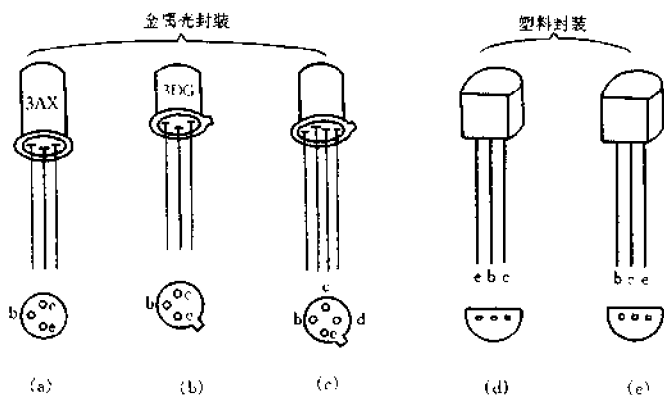

图 4-122 中小功率三极管的外形与引脚排列
通常把最大集电极电流  $I_{CM} < 1A$  或最大集电极耗散功率  $P_{CM} < 1W$  的三极管统称为中、小功率三极管。其主要特点是功率小,工作电流小。中、小功率三极管的种类很多,体积大小不一,外形也各不相同。中、小功率晶体三极管常见外形及引脚排列如图 4-122 所示。
(1) 如图 4-122(a)所示,低频管 3AX 型,高频管 3AG 型的引脚排列都属此种。
(2) 如图 4-122(b)所示,3DG、3CG 等型号硅管都属此种排列方式。注意,外壳上的凸起部分称管键,对着管键的引脚是发射极。
(3) 有些高频三极管有四条引线,如图 4-122(c)所示,其中 d 脚是与外壳相接的,使用时应接地。
(4) 常见的塑料封装硅三极管的引脚排列如图 4-122(d)所示。识别时,将管子的引脚朝下,平面方向对着识别者,其引脚从左至右,依次是 e、b、c。但也有些管子是按图 4-122(e)所示规律排列的,使用时应注意正确区分。